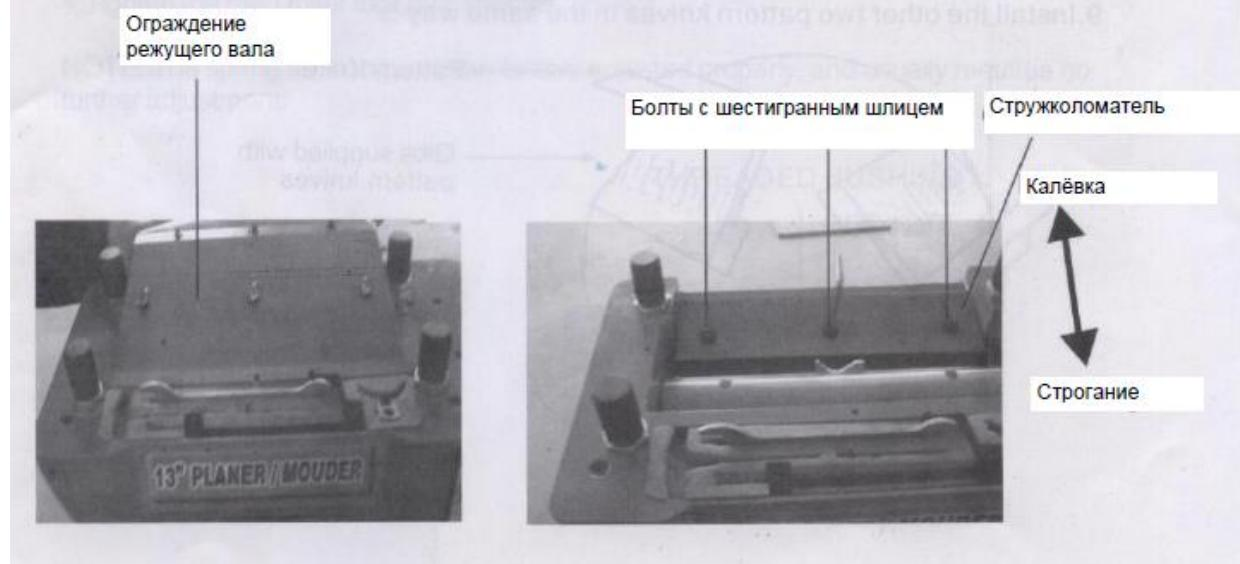

Рис.12
3. Снять ограждение режущего вала. Ослабить три болта с шестигранным шлицем, удерживающие стружколоматель, и поставить его как можно ближе к режущему валу. *Рис.12*